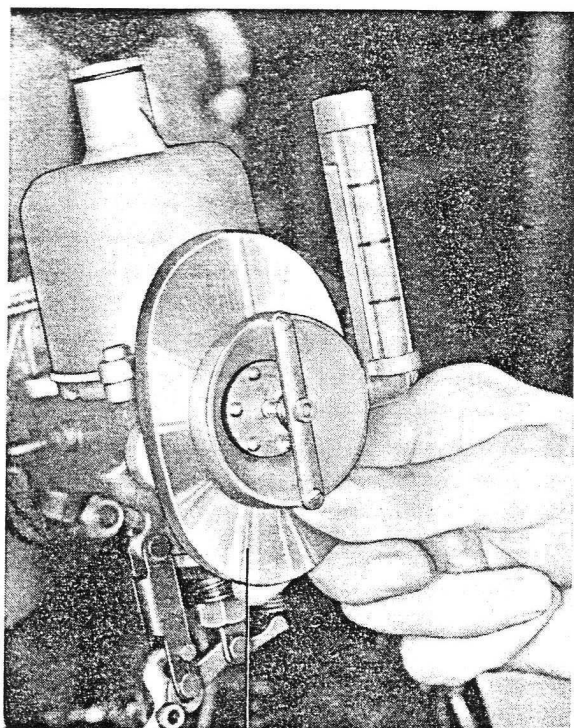

Bild 1-89. Messung des Durchstroms
- Motor anlassen. Mit einem Spezialvakuummeter, der an der Luftfilteranschlussfläche angelegt wird, kontrollieren, ob beide Drosselklappen gleichviel geöffnet sind. Siehe Bild 1-89. Die Leerlaufschrauben an den Drosselklappen so einstellen, dass das Messgerät für beide Vergaser den gleichen Ausschlag gibt.